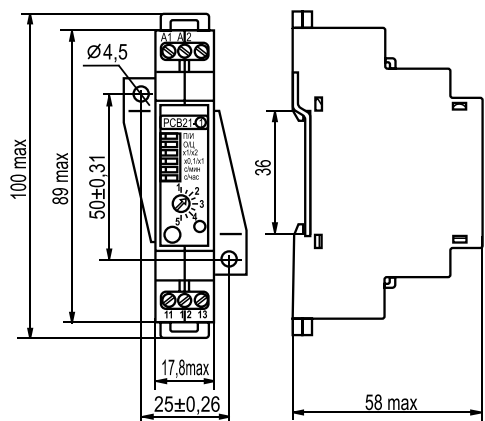

Рисунок 2. Реле с креплением винтами
- винтами при помощи переходной пластины (рисунок 2).